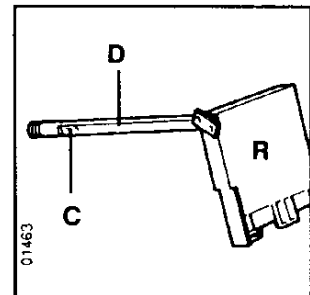

Fig. 3
Fixer le collecteur de départ (D) (il comporte quatre piquages (C) de 1/2") sur l'élément d'extrémité droit à l'aide d'une des plaques (A) (Fig. 3 et 4).